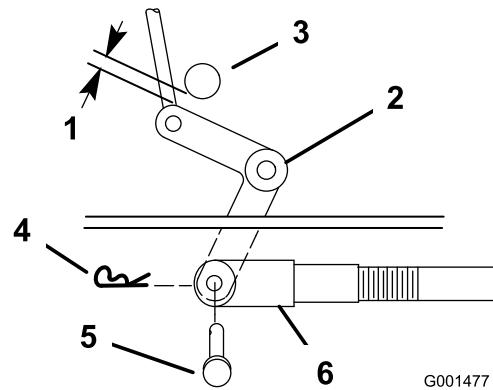
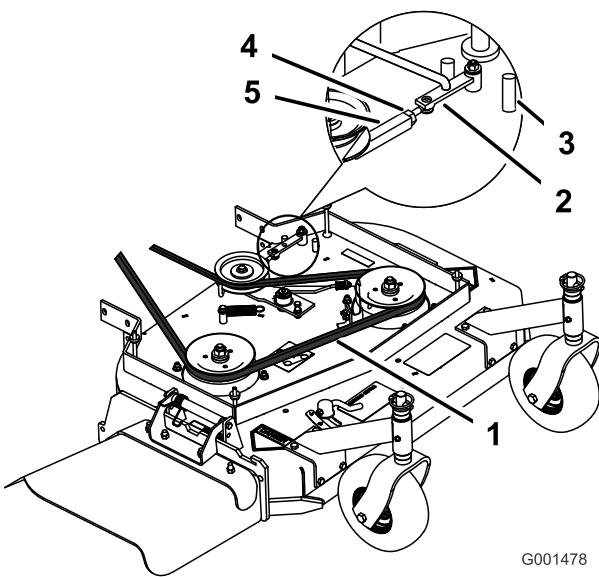

Figure 35
Figure 36
9. Vérifiez l'écartement entre l'axe coudé et l'arbre de sortie de transmission (Figure 35).
11. Tournez la chape dans le sens horaire sur la tige pour accroître l'écartement et dans le sens anti-horaire pour le réduire (Figure 35).
Remarque: Si le bras d'assistance ne touche pas la butée avant du plateau de coupe (Figure 36), réglez la chape de sorte à rapprocher le levier coudé de l'arbre de sortie de transmission (Figure 35).
3. Desserrez le contre-écrou sur le tendeur (Figure 36).
4. Tournez le tendeur vers l'arrière du plateau de coupe pour augmenter la tension sur la courroie. Tournez le tendeur vers l'avant du plateau de coupe pour réduire la tension sur la courroie (Figure 36).